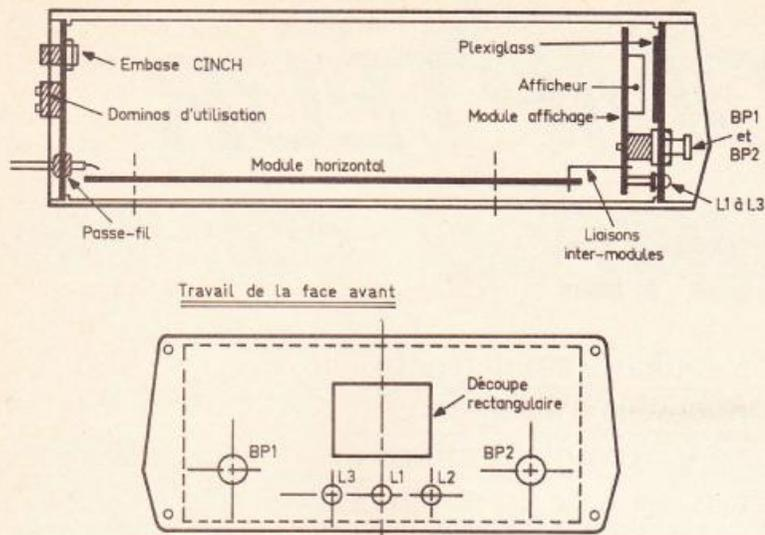

Fig. 9
c) Montage dans le boîtier Teko et réglages (fig. 9)
Une fois le module principal installé dans le fond du boîtier, on procédera au travail de la face avant, comme indiqué en **figure 9**. Par la suite, et par l'utilisation des écrous de fixation des deux boutons-poussoirs, on fixera le module affichage. Les deux modules sont à relier électriquement par des straps qui peu-